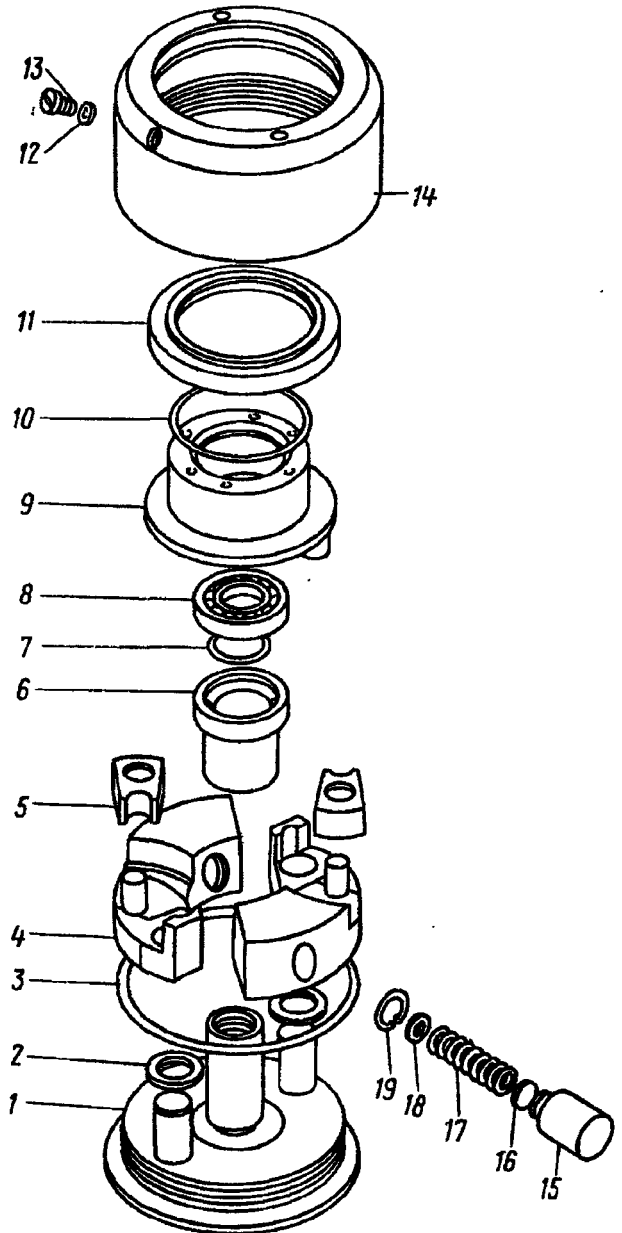
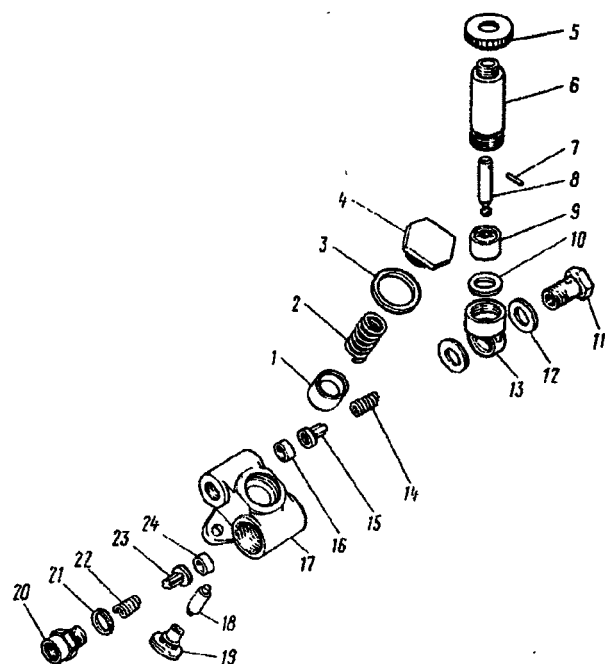

Рис. 87. Муфта опережения впрыска топлива:
Рис. 90. Насос топливоподкачивающий:
23. Расчеканьте ведомую полумуфту 1 (рис. 87) в двух местах.	Слесарный верстак, молоток, зубило
26. Отверните корпус 14 (см. рис. 87) муфты от ведомой полумуфты и снимите корпус в сборе с манжетой 11 и пружинной 10	То же
35. Выверните пробку 4 (рис. 90) пружины, снимите прокладку 3, выньте пружину 2 и поршень 1 топливного насоса.	Ключ 32 мм, пинцет
<p>Клапан топливоподкачивающего насоса. Не допускаются:</p> <ul style="list-style-type: none"> — вмятины на рабочей поверхности клапана, вкрапление металлических частиц; — уменьшение высоты головки клапана более чем на 2 мм. <p>Сборка топливного насоса высокого давления</p> <p>42. Установите корпус 17 (см. рис. 90) топливоподкачивающего насоса в приспособление</p> <p>43. Установите в корпус 13 прокладку 10, поршень 9 с цилиндром 6 в сборе, наверните рукоятку 5</p> <p>44. Установите в корпус 17 топливоподкачивающего насоса клапан 23, пружину 22 и вверните корпус 20 клапана с прокладкой 21</p> <p>45. Установите в корпус 17 топливоподкачивающего насоса клапан 15 и пружину 14</p> <p>46. Установите прокладку 12, насос ручной в сборе и вверните болт 11 в корпус 13 цилиндра ручного насоса</p> <p>47. Установите в корпус 17 насоса поршень 1, пружину 2 и вверните пробку 4 пружины с прокладкой 3</p> <p>48. Установите ведомую полумуфту 1 (см. рис. 87) в сборе в приспособление.</p> <p>Примечание. Все трущиеся детали муфты смажьте моторным маслом М10Гж.</p> <p>49. Установите на оси ведомой полумуфты шайбы 2 и грузы 4 муфты в сборе.</p> <p>Технические условия. 1. Грузы устанавливайте одной группы (по статическому моменту). 2. Грузы должны свободно вращаться на своих осях; заедание и местное «прихватывание» не допускается.</p> <p>50. Установите проставки 5 на пальцы грузов.</p> <p>Технические условия. 1. Проставки должны свободно вращаться на своих пальцах; засадание и местное «прихватывание» не допускается. 2. Зазор между проставкой и профильной поверхностью грузов должен быть не более 0,15 мм. При сведенных до упора поворотом ведущей полумуфты грузах один из зазоров должен быть не более 0,1 мм, другой — равен 0. Зазоры регулируйте подбором проставок</p> <p>51. Запрессуйте втулку 6 в ведущую полумуфту</p> <p>52. Запрессуйте манжету 8 в сборе с пружиной 7 в отверстие ведущей полумуфты</p> <p>53. Установите ведущую полумуфту 9 в сборе на ступицу ведомой полумуфты 1</p> <p>54. Установите в стаканы 15 регулировочные прокладки 16, пружины 17 и шайбы 18 пружин</p> <p>55. Установите в направляющие отверстия грузов 4 упорные кольца 19 и стаканы 15 в сборе.</p> <p>Примечание. Стаканы должны перемещаться в отверстиях свободно, без заеданий.</p> <p>56. Запрессуйте манжету 11 в сборе с пружиной 10 в корпус 14 муфты.</p> <p>Примечание. Запрессуйте манжету заподлицо с корпусом муфты.</p> <p>57. Установите в выточку ведомой полумуфты 1 резиновое уплотнительное кольцо 3</p>	<p>Приспособление</p> <p>—</p> <p>Ключ 17 мм</p> <p>—</p> <p>Ключ 22 мм</p> <p>Ключ 32 мм</p> <p>Приспособление, маслянка</p> <p>Набор щупов</p> <p>Набор щупов пальца грузов.</p> <p>Слесарный верстак, оправка, молоток То же</p> <p>—</p> <p>—</p> <p>Отвертка</p> <p>Оправка, молоток</p> <p>Отвертка</p>
<p>пусе насоса и ведомой полумуфты в момент начала подачи топлива восьмой секцией должны совпадать. Несовпадение меток допускается не более 0,5 мм. Кулачковый вал вращайте через ведомую полумуфту 1 (см. рис. 87) автоматической муфты опережения впрыскивания топлива.</p> <p>Примечания: 1. Для определения оси симметрии профиля кулачка зафиксируйте на лимбе момент подачи топлива при повороте вала по часовой стрелке, поверните вал по часовой стрелке на 90° и зафиксируйте на лимбе момент начала подачи топлива при повороте вала против часовой стрелки. Середина между двумя зафиксированными точками определяет ось симметрии профиля кулачка. Лимб должен иметь жесткое соединение с валом привода. Зазор между валом и лимбом не допускается.</p> <p>2. Начало подачи топлива регулируйте подбором пяты толкателя нужной толщины. Изменение ее толщины на 0,05 мм соответствует повороту кулачкового вала на угол 0°12'. При установке пяты большей толщины топливо начинает подаваться раньше, меньшей — позже.</p> <p>Пяту толкателя подбирайте по номеру группы, который нанесен на поверхности пяты согласно табл. 5.</p>